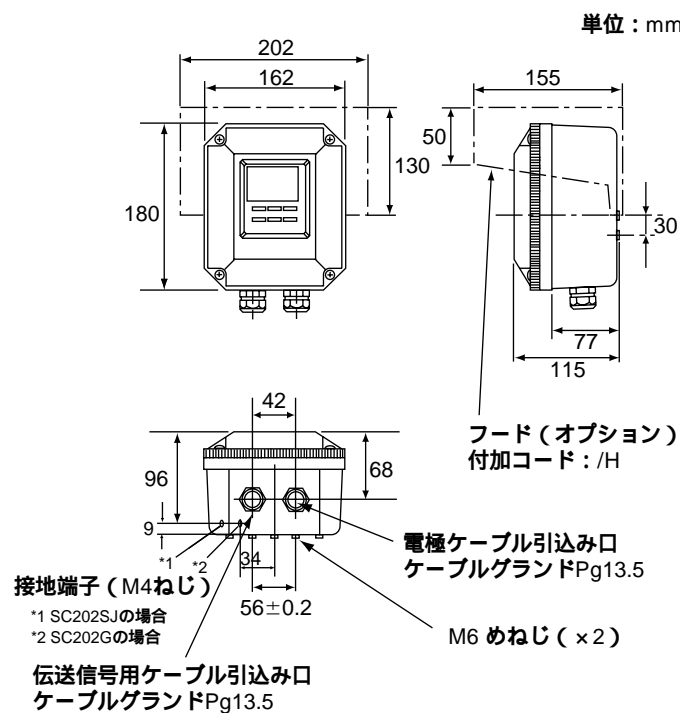

図3.1 伝送器外形寸法とグランド配置
- ケーブルグランドの下にケーブル接続用のスペースがある（図3.1参照）